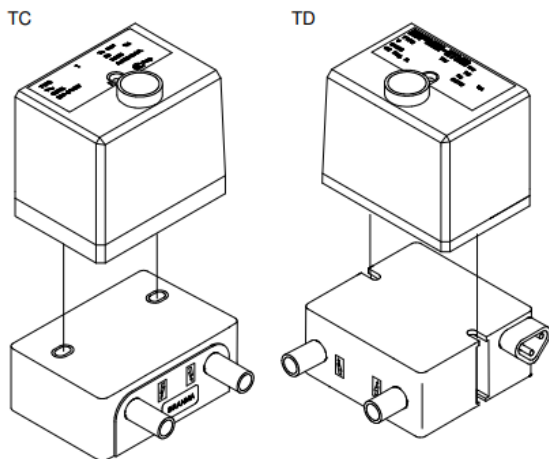
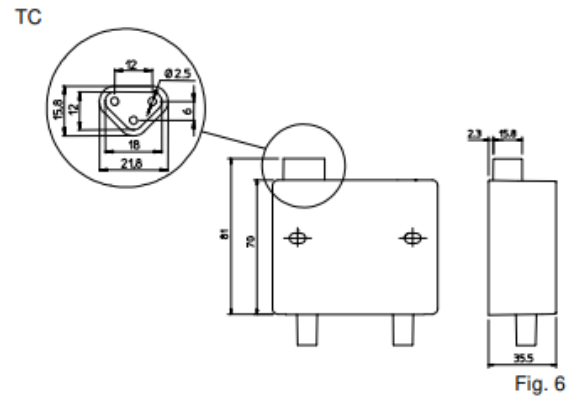

Fig. 5
Fig. 6
- P: alimentación enchufable (Fig. 6 y 7);
Los transformadores de esta serie han sido diseñados para ser utilizados con equipos de control de nuestra producción, que pueden ser montado en la parte superior de los dispositivos de encendido utilizando tornillos de fijación M4x45, como se muestra en la Fig. 5. Todos los transformadores pueden suministrarse con cable o con toma de corriente. Las Fig. 6 y 7 muestran las dimensiones del transformador equipado con una toma de corriente (con aisladores laterales).